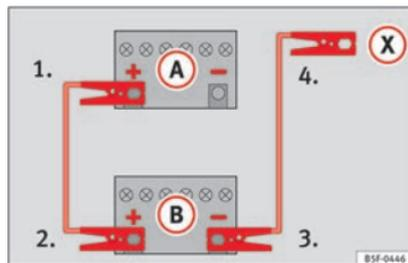

Fig. 67 Esquema de ligação para veículos sem sistema Start/Stop.
» **Fig. 67.**
- Em veículos sem sistema Start-Stop:* ligar uma extremidade do cabo *preto* de emergência ao polo negativo **(-)** do veículo que fornece a corrente **(B)** » **Fig. 67.**